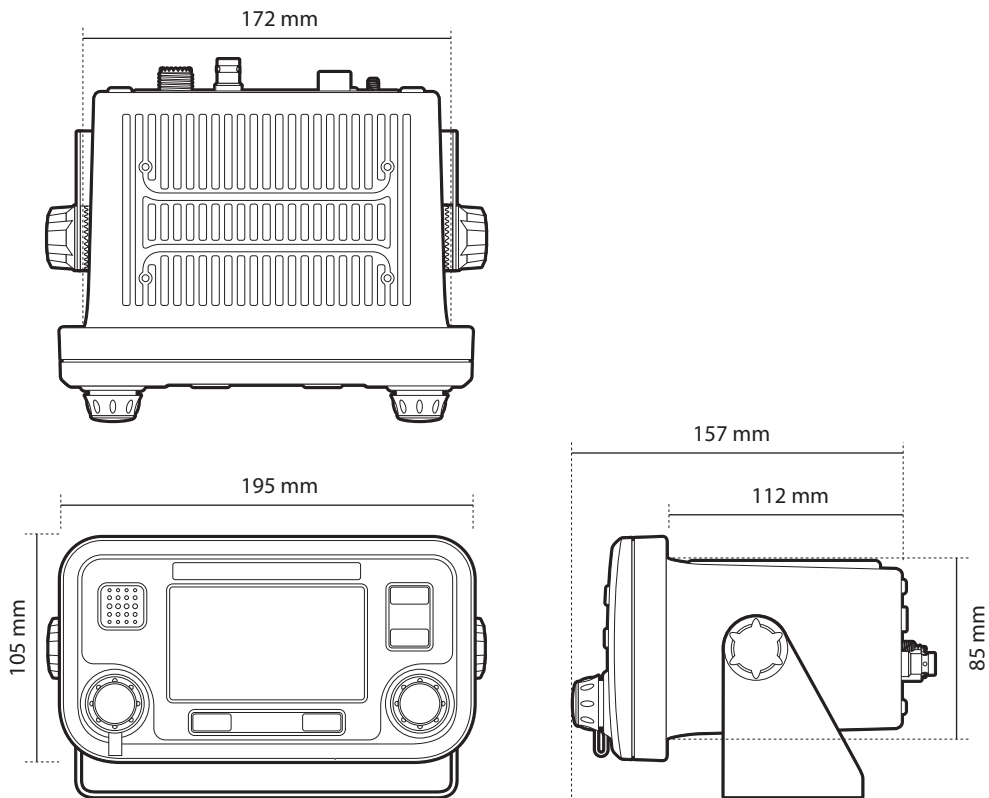

Abbildung 34 Abmessungen des AIS-Transponders
- Für das Verlegen der Kabel sollte um den AIS-Transponder herum ausreichend Platz vorhanden sein. Weitere Informationen zu den Abmessungen des AIS-Transponders finden Sie in Abbildung 34.